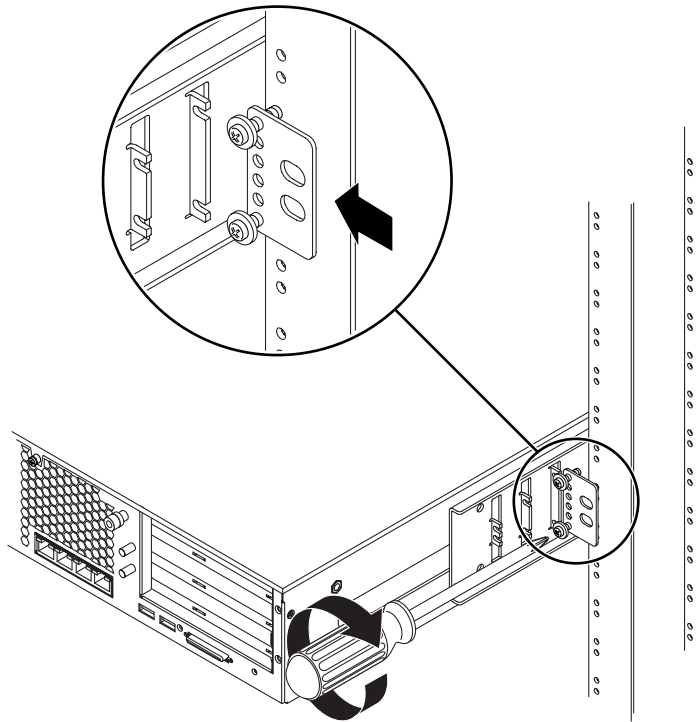

BILD 3-34 Installera fästplåten i sidoskenan
- b. Skjut in fästplåten så att skruvarna skjuts in i någon av håluppsättningarna. Skruvarnas huvuden ska vara riktade mot serverns baksida och den andra sidan av fästplåten ska ligga framför rackbenet (BILD 3-34).
- c. Skruva åt skruvarna så att fästplåten sitter fast i håluppsättningen på sidoskenan (BILD 3-34).